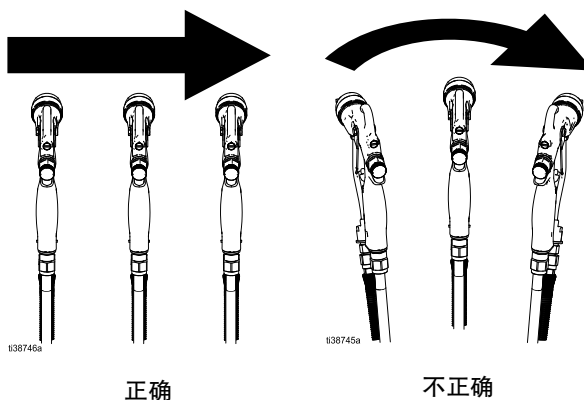

图 24: 喷涂技巧
3. 合上扳机锁 (9)。
4. 喷涂平滑、均匀和平行的涂饰效果。将每次冲程重叠 50% 以实现均匀覆盖。请勿弯曲冲程 弯曲会导致覆盖不均。参见图 24。